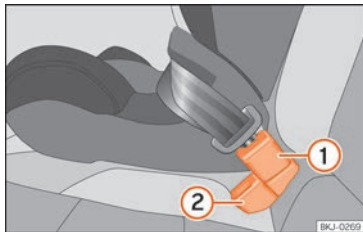

Fig. 43 Posición del cierre del cinturón en el asiento trasero
- ① Cierre del cinturón para la plaza central
- ② Cierre del cinturón para la plaza lateral
- Coloque el cierre del cinturón de la plaza central >>> fig. 43 ① detrás del cierre del cinturón de la plaza lateral >>> fig. 43 ②.
- Enganche la lengüeta del cinturón de seguridad de la plaza central en el cierre del cinturón de la plaza central >>> fig. 43 ① hasta oír cómo encaja.
- Para que los cinturones queden correctamente colocados, los cierres no deben retorcerse >>> fig. 43.